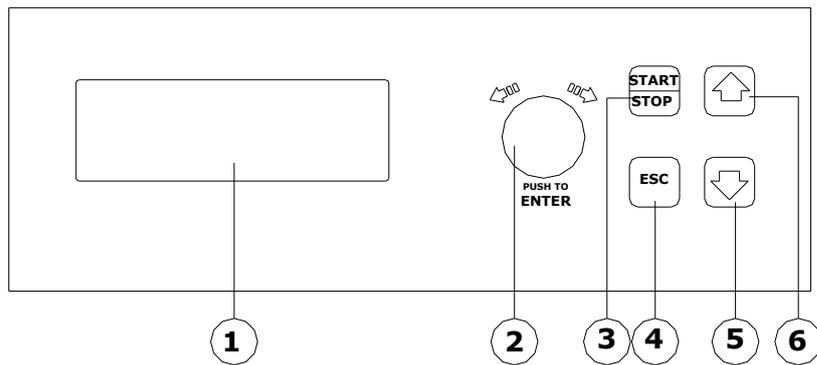

FIG. 3
3.1 - Pannello - Descrizione dei comandi (Fig. 3)